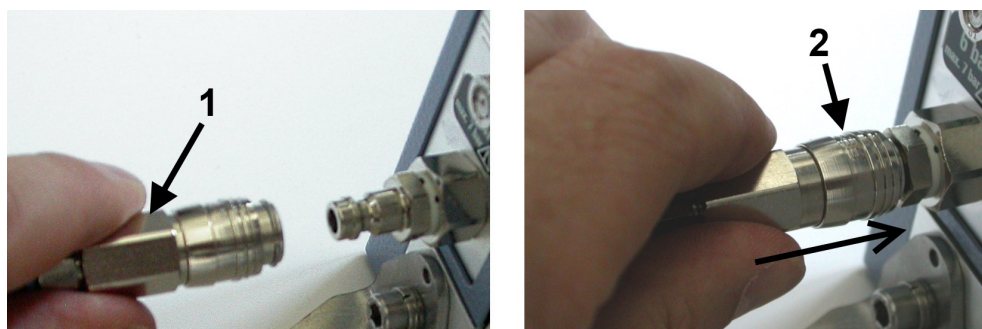

图 6-8: 连接压缩空气供给系统
8. 将推挽式适配器连接至速接插头。握住适配器后端（请参阅图 6-8 中标号 1），并将其推入速接插头 (2)。适配器的机械装置会自动锁定连接，并打开推挽式适配器内部的阀门。